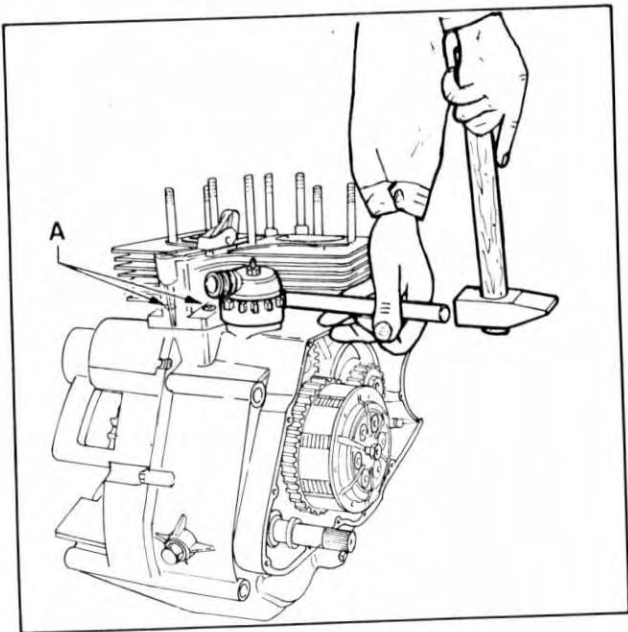

Fig. 35
- Svitare, aiutandosi eventualmente con una barretta di alluminio o di rame ed un mazzuolo (fig. 35), lo sfianto del carter (fig. 36).
- Togliere i due bulloncini a testa cava esagonale (A - fig. 35).
- Unscrew, with the aid of an aluminium or copper rod and an hammer (fig. 35), the crankcase breather (fig. 36).
- Remove two Allen screws (A - fig. 35).